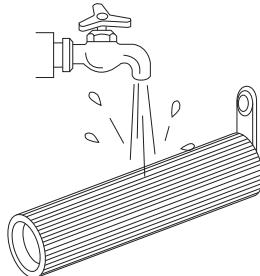

Рис. 3
- Промойте ролик под проточной водой с моющим средством (Рис. 3).